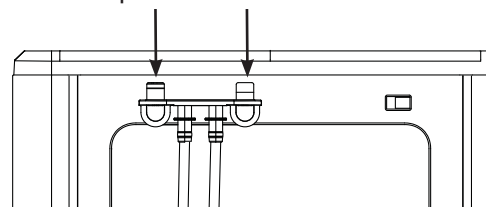

Figure 11
17. Remplacez les tubes de vidange à l'arrière. Voir figure 11.